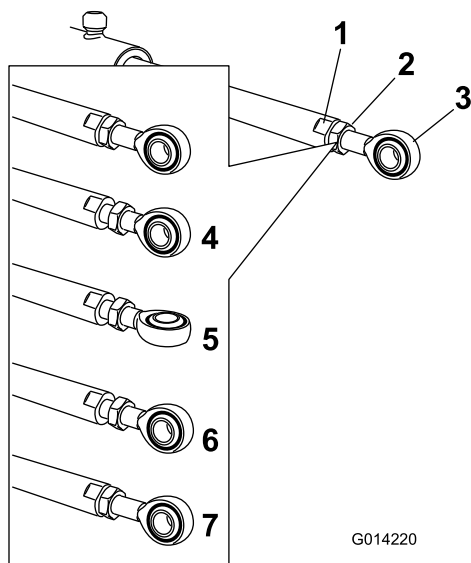

Figura 64
- Utilize uma chave nos lados planos do acionador para imobilizar e, em seguida, desaperte a porca para permitir que a barra do olhal seja ajustada (Figura 64).
- Rode a barra do olhal na barra do olhal para diminuir ou aumentar o acionador estendido para a posição desejada (Figura 64).